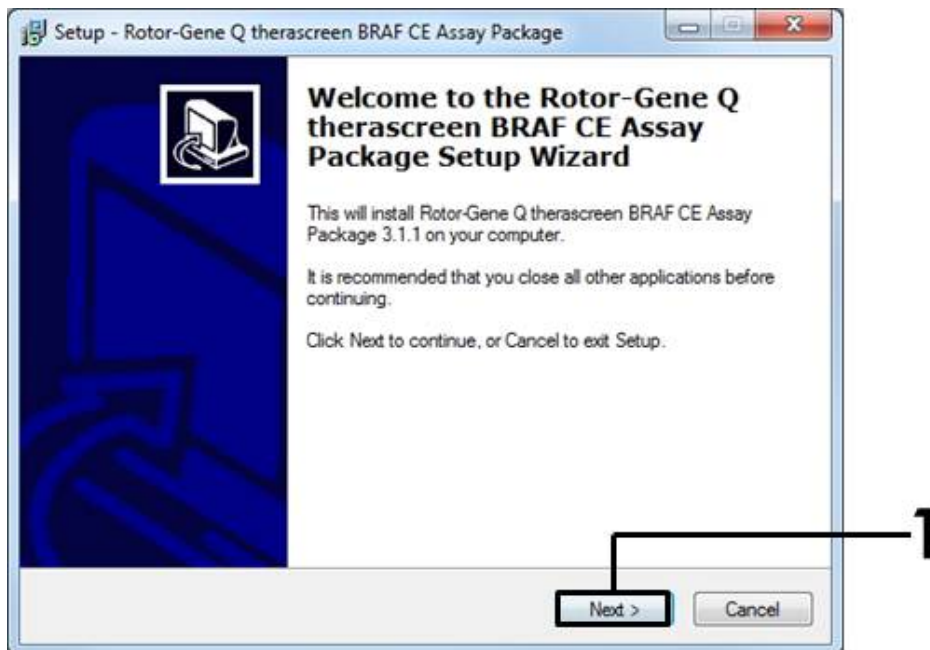

Bild 41. Dialogrutan "Setup" [Installera]. (1 = knappen "Next" [Nästa].)
4. Installationsguiden startar. Klicka på "Next" [Nästa] för att fortsätta (bild 41).